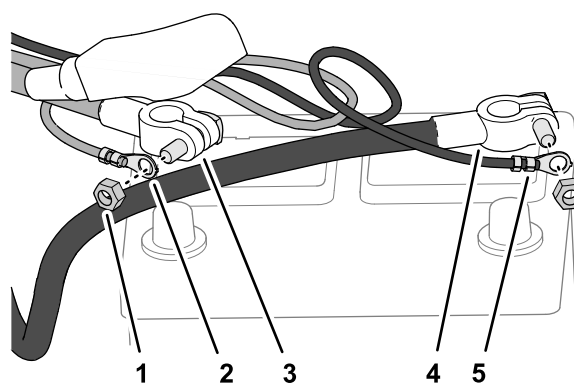

Figura 15
1. Nos cabos da bateria positivo e negativo, retire as porcas do grampo da bateria do lado curto dos parafusos do grampo da bateria (Figura 15).
2. Monte o terminal em anel da cablagem da alimentação com o fio preto no parafuso do grampo da bateria para o cabo negativo da bateria, com uma porca de grampo da bateria (Figura 15).
3. Monte o terminal em anel da cablagem da alimentação com o fio vermelho no parafuso do grampo da bateria para o cabo positivo da bateria, com uma porca de grampo da bateria (Figura 15).